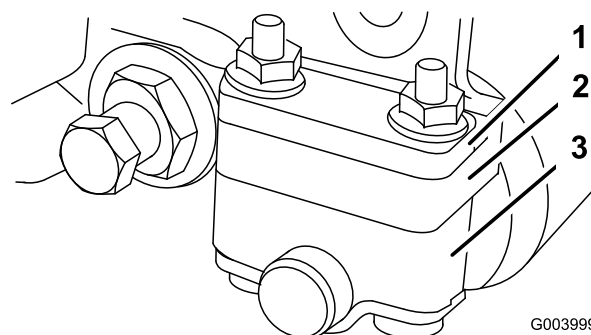
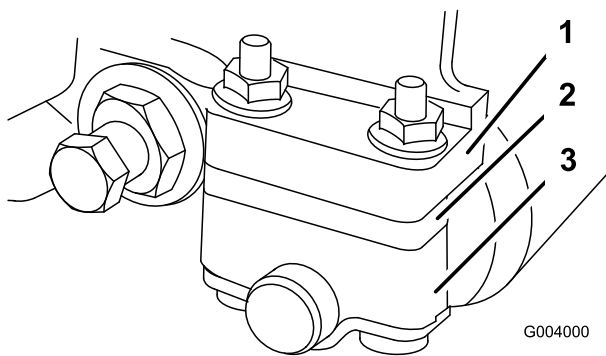

Figure 12
Figure 13
1. Réglez les supports du rouleau arrière (Figure 12 ou Figure 13) à la position supérieure ou inférieure selon la plage de hauteur de coupe voulue.
Placez l'entretoise au-dessus de la bride de fixation de la plaque latérale (réglage d'usine) lorsque les hauteurs de coupe sont comprises entre 1,6 et 6,4 mm (Figure 12).
Placez l'entretoise en-dessous de la bride de fixation de la plaque latérale lorsque les hauteurs de coupe sont comprises entre 3 et 25 mm (Figure 13).